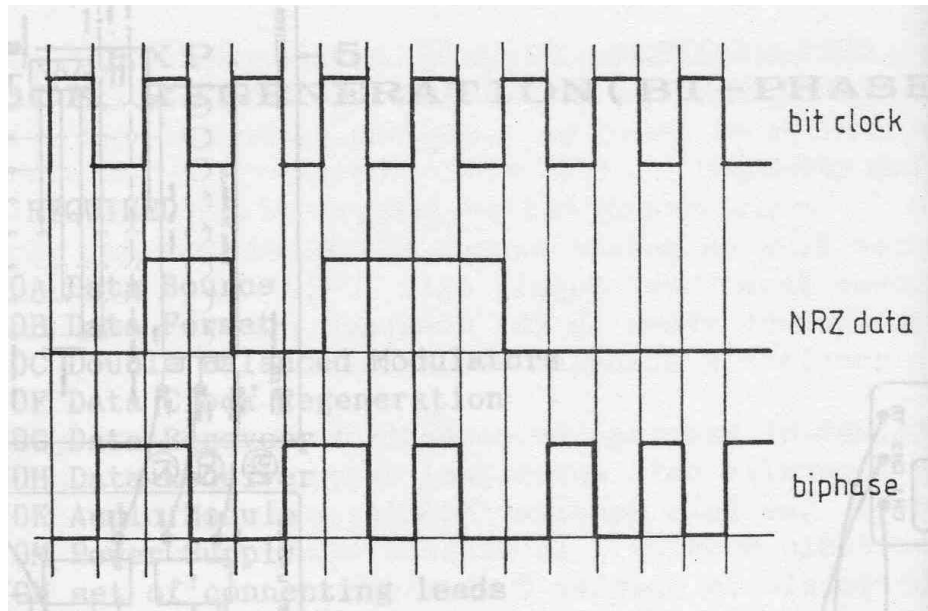

Figura 2: Fluxo de Bit de Dados NRZ
- A figura 2 mostra um exemplo de um fluxo de bits de dados NRZ e o correspondente código bi-fase.